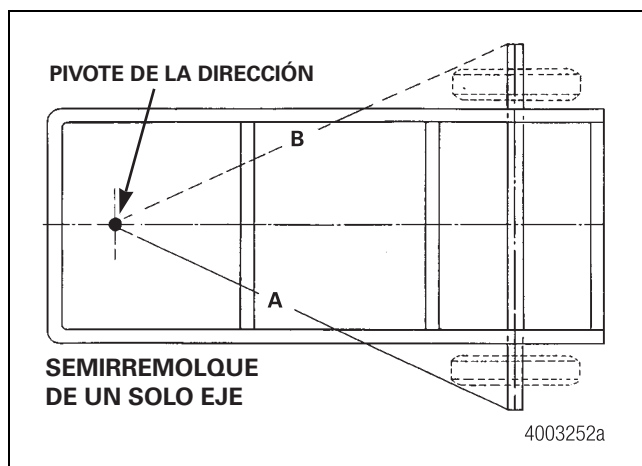

Figura 8.8
4. Ponga una cinta métrica de acero en un gancho. Coloque el gancho en el pivote de la dirección y mida la distancia "A" por el lado de la carretera y "B" por el lado de la acera del semirremolque. Figura 8.8. La diferencia entre estas dimensiones no debe ser superior a ± 0.0625 de pulgada (± 1.59 mm). Si es necesario, ajuste el eje para que la diferencia cumpla con las especificaciones.